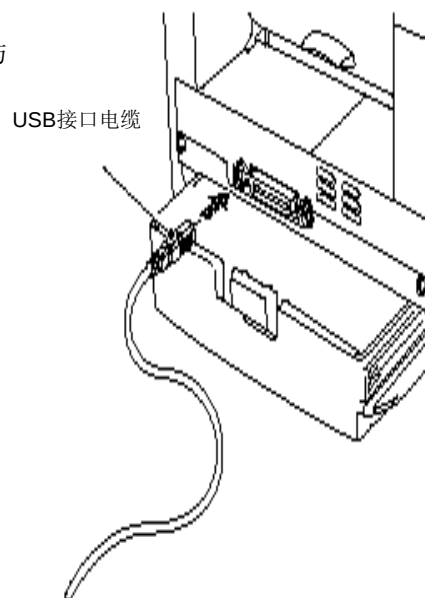

图 2-2
- (1) 检查打印机电源是否关闭；
- (2) 将连接USB接口电缆到计算机上，然后与打印机连接 (图 2-2)错误！未定义书签。